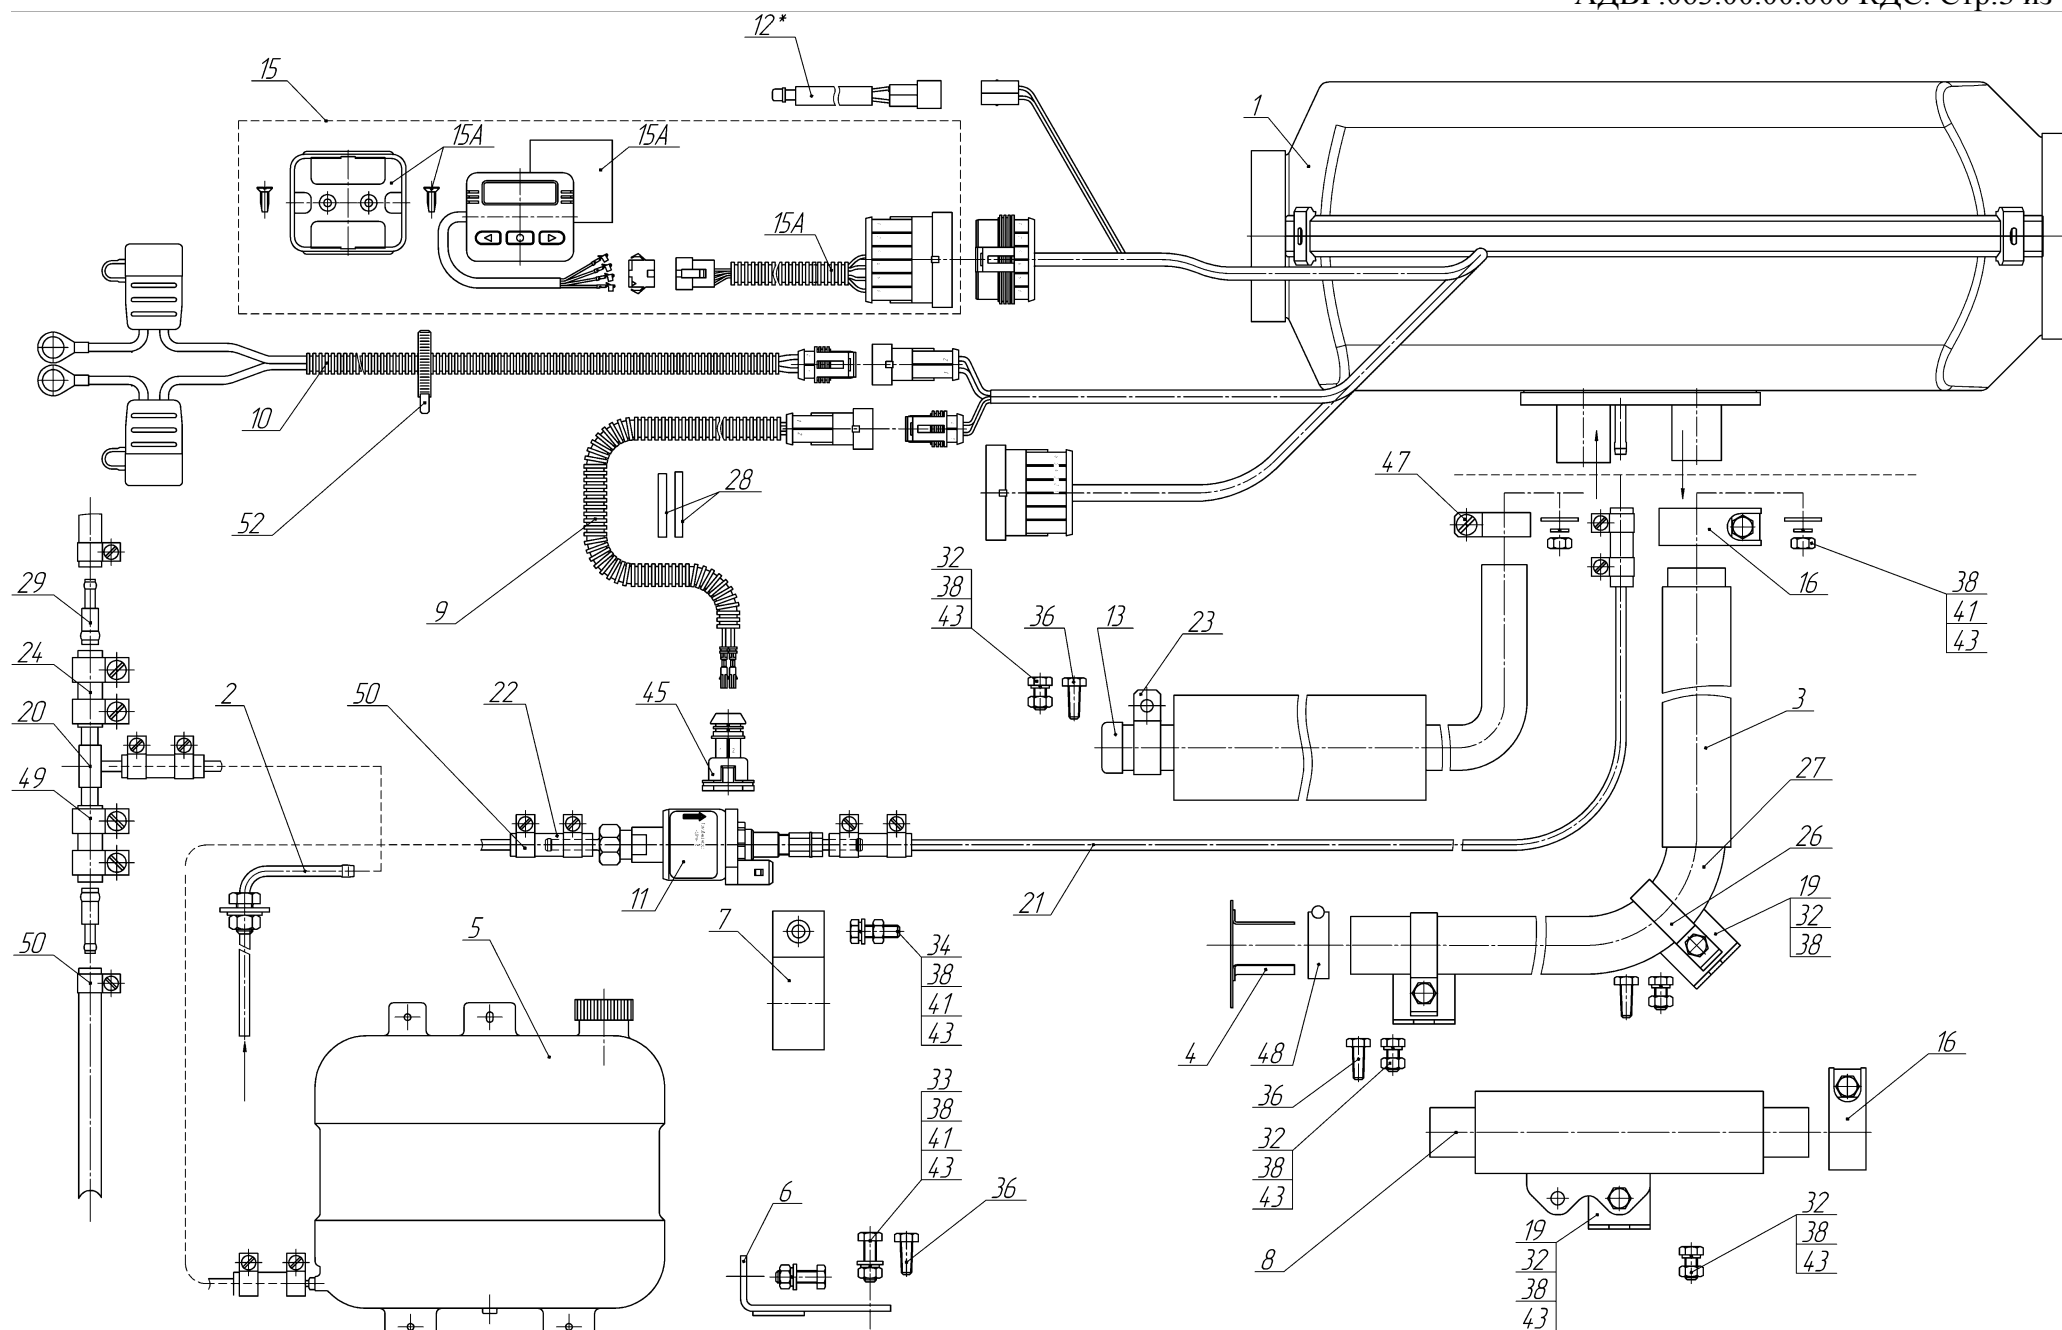

Рис.1- Схеме деления отопителя.
- 1) Состав **отопителей** воздушных согласно схеме деления изделия, на составные части – рис. 1 и перечню деталей и сборок – таблица 1.